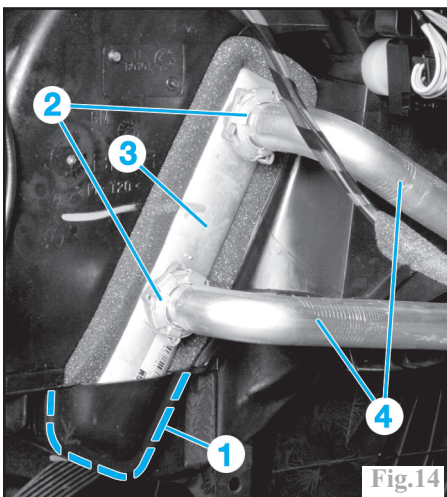

Fig.14
Pratiquer une découpe propre (1) sur le bloc de chauffage à la base du radiateur (Fig.14).